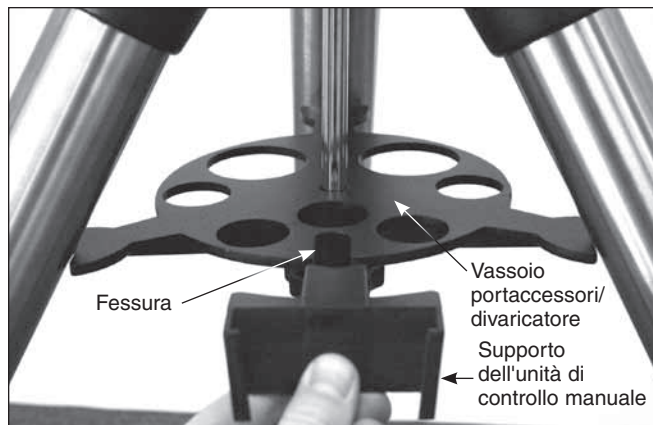

Figura 6. Il supporto dell'unità di controllo manuale si incastra nella fessura del vassoio portaccessori.
3. Inserire il supporto dell'unità di controllo manuale nella fessura a U sul vassoio portaccessori/divaricatore (**Figura 6**).